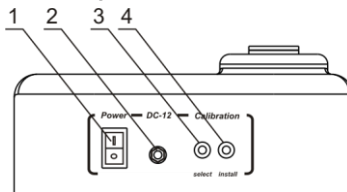

Fig. 2 Panneau arrière
- Sinon, connectez le bloc d'alimentation externe à la prise de courant (fig.2/2) située sur le panneau arrière de l'appareil.
- 3.4.2. Mettez l'appareil sous tension en utilisant l'interrupteur d'alimentation (**Power**) situé sur le panneau arrière (position I) (Fig.2/1).
- 3.4.3. Appuyez sur le bouton **Select** (fig.2/3) situé sur la face arrière de l'appareil (utilisez une épingle dont le diamètre maximal est de 2mm pour appuyer sur les boutons **Select** et **Install**). Une indication clignotante « - - » s'affichera, ce qui montre que l'appareil est prêt à sauvegarder la valeur du premier point de calibrage, c.-à-d., l'emplacement vide.
- 3.4.4. Appuyez sur le bouton **Install** (fig.2/4), la valeur de calibrage de l'emplacement vide sera sauvegardée dans la mémoire de l'appareil et la prochaine valeur de calibrage s'affichera (chiffre clignotant «0,00»).
- 4.2. Mettez l'appareil sous tension en utilisant l'interrupteur d'alimentation (**Power**) situé sur le panneau arrière (position I) (Fig.2/1).